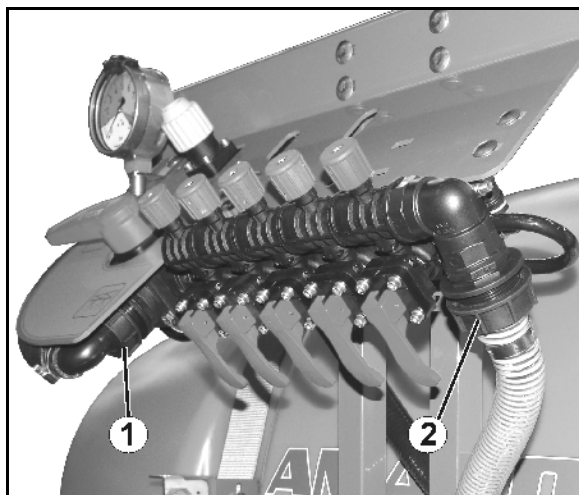

Fig. 125
1. Desserrez les écrous chapeaux du flexible de décompression (1) et du retour (Fig. 125/22) et laissez s'échapper la quantité résiduelle.